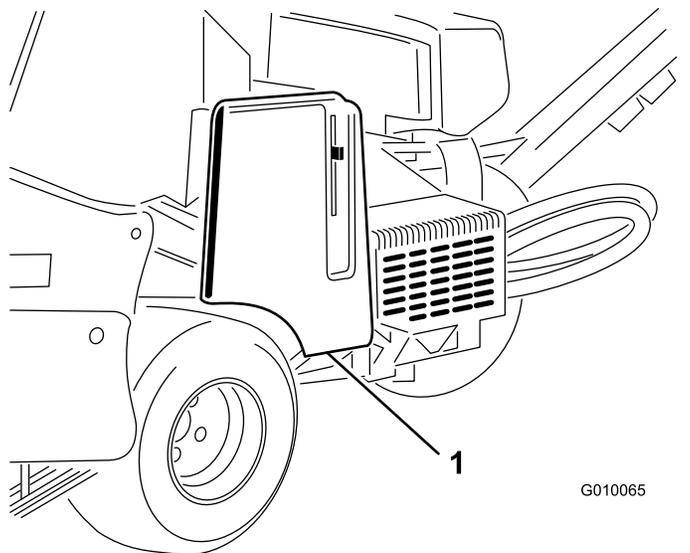

Figura 56
2. Destrancue e retire a cobertura da correia (Figura 56).
2. Destranque e retire a cobertura da correia (Figura 56).